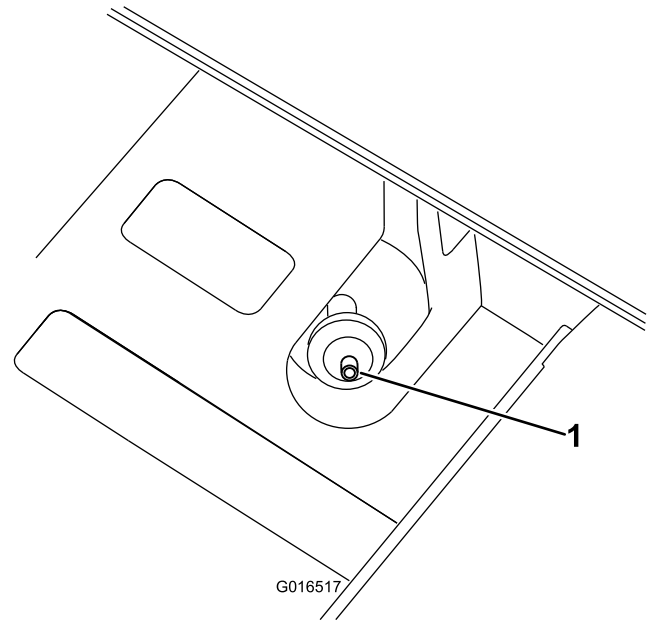

図 25
1. カーボンキャニスタ下部にあるエアフィルタを探し出す（図 25）。